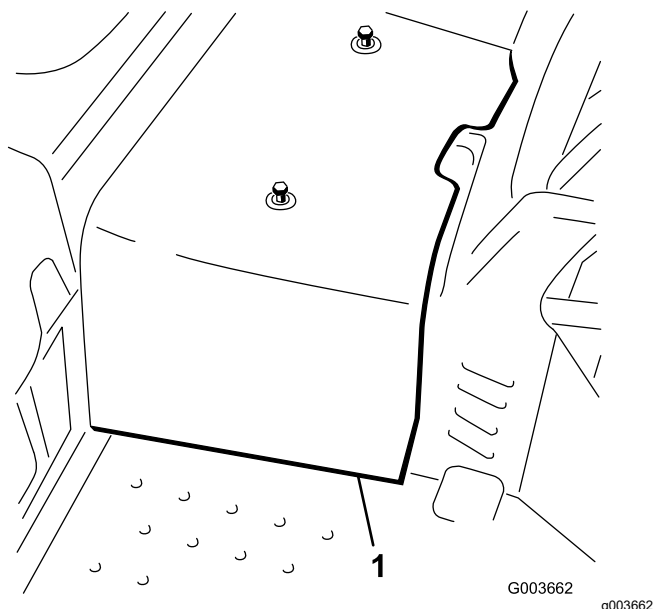

Figura 3
8. Scollegate e rimuovete la copertura centrale dal telaio (**Figura 3**).